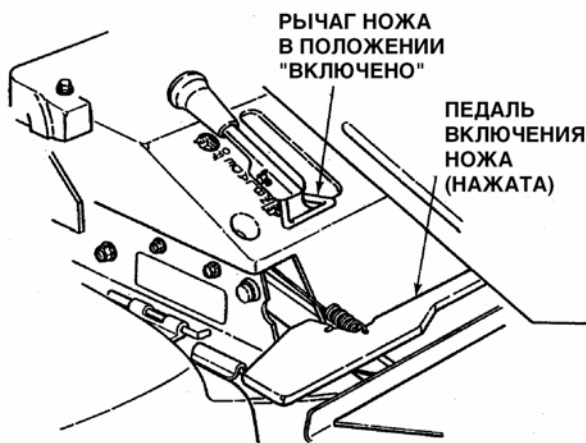

Рис. 2.10
2. Переведите рычаг ножа в положение ON (включено), затем нажмите педали тормоза, чтобы удерживать рычаг ножа в положении ON. См. рис. 2.10.